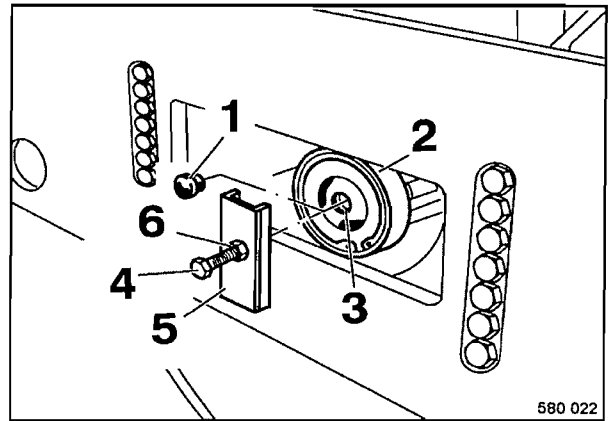

Fig. 50
- Retirar el tapón roscado 1 (Fig. 50).
- Colocar el perfil en U (5) sobre la caja de frenos (2) y enroscar el tornillo (4) hasta entra en contacto con el taladro roscado (3).
- Enroscar la tuerca (6) y tensarla con aprox. una vuelta. El rodillo debe girar libremente.